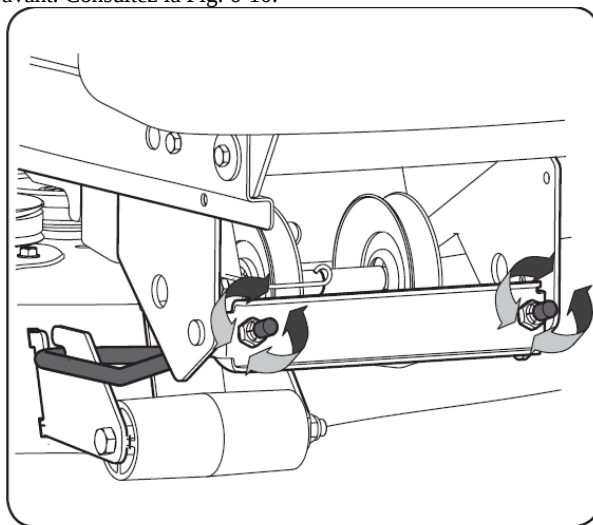

Figure 6-10
5. Pour *abaisser* l'avant du plateau, dévissez les boulons hexagonaux (filet vers l'extérieur), loin du bras d'articulation avant. Consultez la Fig. 6-10.